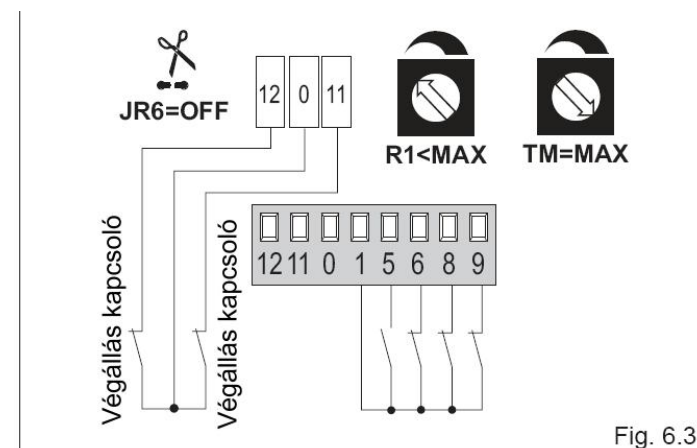

Fig. 6.3
- (Fig. 6.3) Kösse az N.C. nyitó és záró végállás kapcsolókat a 12-0-11 pontokhoz;